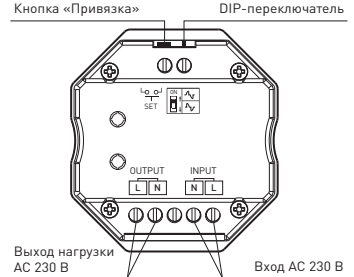

Рис. 3. Элементы питания и управления панели
- 3.2. Ознакомьтесь с элементами питания и управления панели [см. рис. 3].